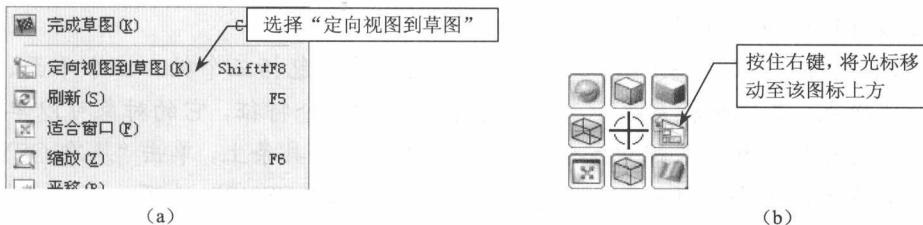

图 1-10 定向视图方向的命令
(5) 定向视图方向。在图形窗口中，单击右键，弹出快捷菜单，如图 1-10 (a) 所示，选择“定向视图到草图”；或在图形窗口中，按住右键，弹出右键命令，如图 1-10 (b) 所示，将光标移动至“定向视图到草图”上方，松开右键，则视图被定向至沿 Z 轴向下方向。